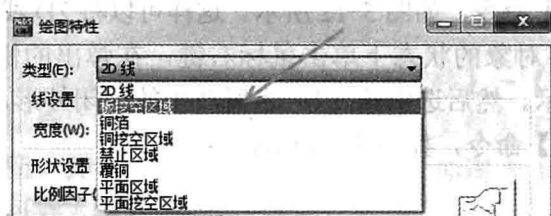

图 5-16 板挖空方法
(3) 在板框中挖空的办法与上面相似,单击“类型”的下拉列表,选择“板挖空区域”,如图 5-16 所示。